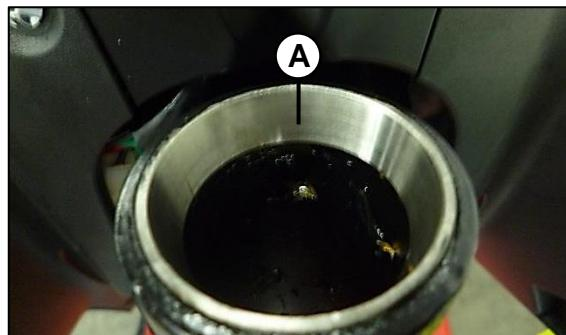

Fig. 18
Inspeccionar estado de cunas de dirección (A) tanto inferior como superior. Si nota alguna anomalía remplácela. **Fig. 18**